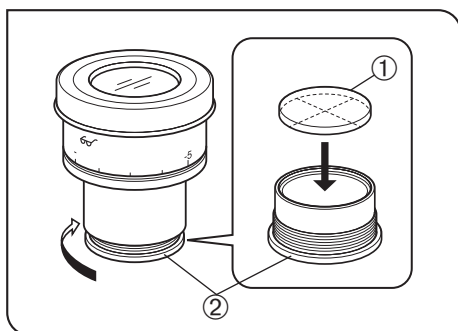

图 36
3 使用目镜测微尺 (图36)
如图 36 所示, 逆时针转动内置的测微尺安装架②, 并从目镜上取下, 放上测微尺①。